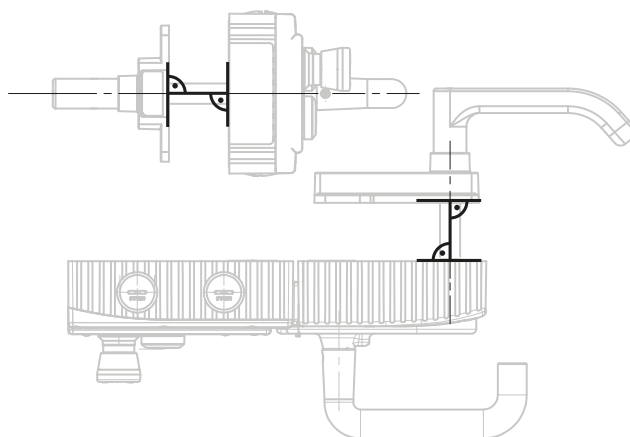

Рис. 8. Приклад монтажу для дверей з правим упором (оглядове зображення)
- › Вирівняти вісь розблокування для евакуації під прямим кутом до модуля ручки. Див. *Рис. 4* та *Рис. 8*.
Етапи монтажу описані на *Рис. 8* та *Рис. 9 – Рис. 14*.